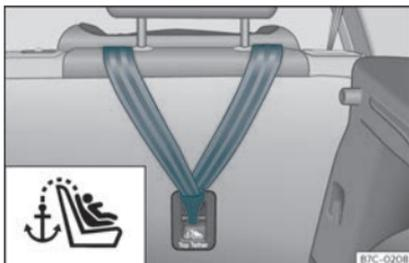

Fig. 28 Arrière des banquettes arrière : œillets de retenue pour la ceinture Top Tether.
- Faites glisser la sangle et fixez-la correctement à l'aide de l'ancrage derrière le dossier >>> **fig. 28**.